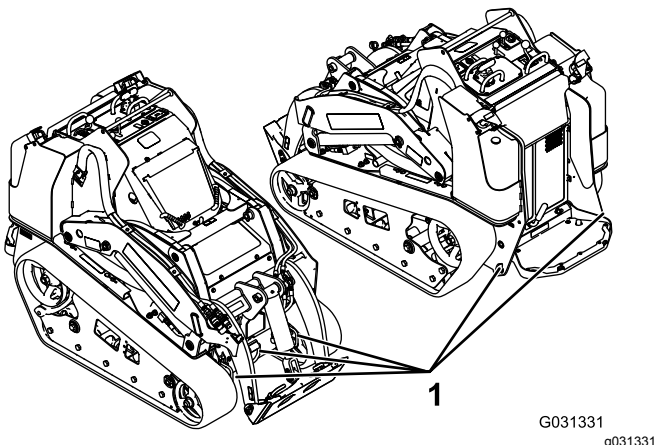

Bild 29
8. Befestigen Sie die Maschine mit den Metallbefestigungsschleifen und Riemen, Ketten, Kabel oder Seilen am Anhänger oder Pritschenwagen (Bild 29). Halten Sie die örtlichen Vorschriften für die Vergütung ein.
Sie können die Maschine mit den Vergütungsstellen bzw. Hebeschlaufen als Hebestellen anheben, wie in Bild 29 abgebildet.